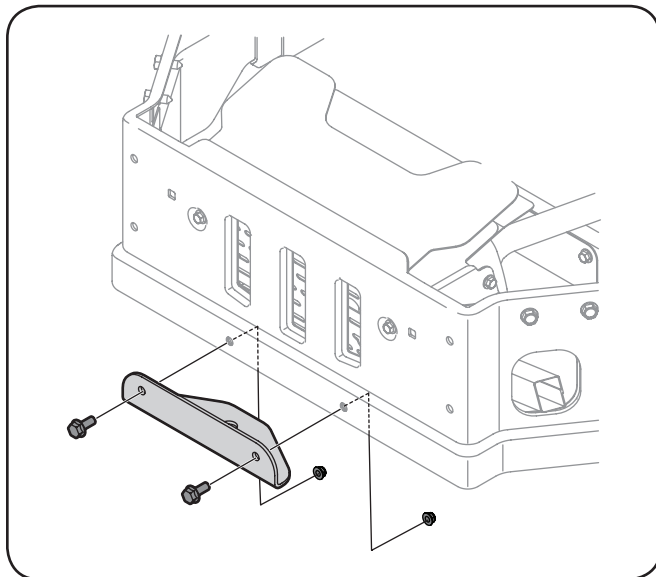

Figura 3-9
1. Retire los tornillos de la brida hexagonal y tuercas de seguridad de brida que sujetan el soporte del enganche a la defensa. Vea Figura 3-9.